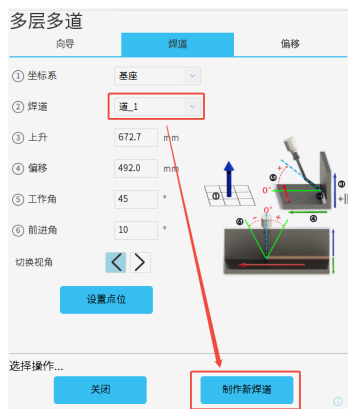

图 5-12: 设置新焊道 2
- 新焊道的上升量和偏移量将基于基础焊道的数值倍增。如图 5-12和图 5-13所示，新焊道 2 是在基础焊道 1 的基础上生成的，其上升和偏移量均增加了一倍。